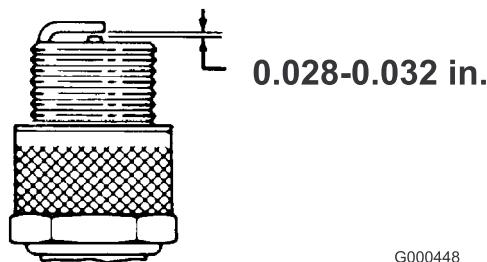

**Figura 23**
1. Staccate il cappellotto della candela (Figura 23).